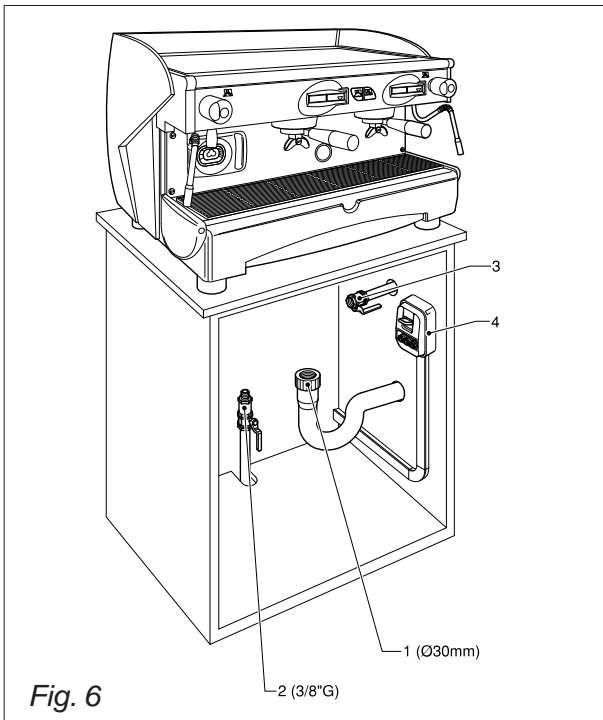

Fig. 6
6.1.1. Wasser- und Gasanschluß Abb.6
In beiden Fällen muss wie auf dem Maschinenschild steht (*Bild 1*), vor dem Stromkabel ein automatischer Fehlerstrom-Schutzschalter 4 (*Bild 6*) komplett mit Magnetauslösern vorgesehen sein, deren Kontakte mindestens 3 mm Öffnung haben müssen.
- Den Wasserzufuhrhahn 2 Abb.6 öffnen;
- Den Gashahn 3 in Abb.6 öffnen;